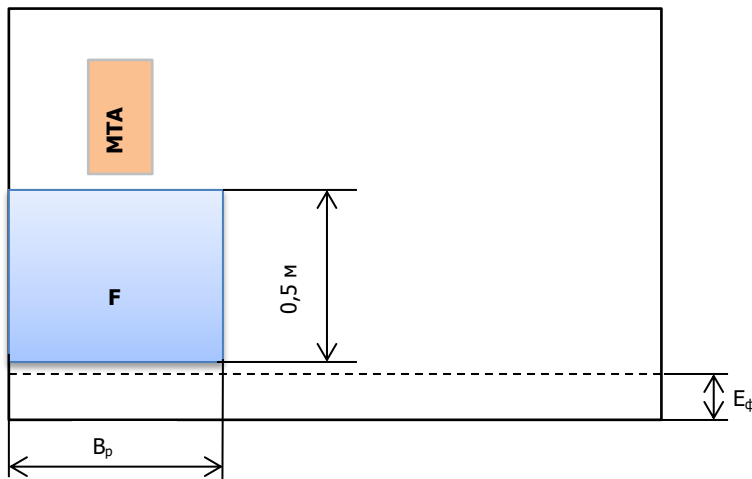

Рис. 8.1. Схематичне зображення перевірки норми внесення добрив
6.3. Перевірити правильність усталення норми внесення добрив. Для цього перевірити відповідність маси добрив (m_d , кг) до площі їх розподілу (F , m^2) за допомогою брезенту шириною 0,5 м і довжиною, що дорівнює ширині смуги розкидання (рис. 8.1).